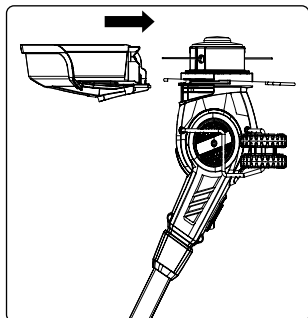

Рис. 2
- Установите защитный кожух как на Рис. 2.